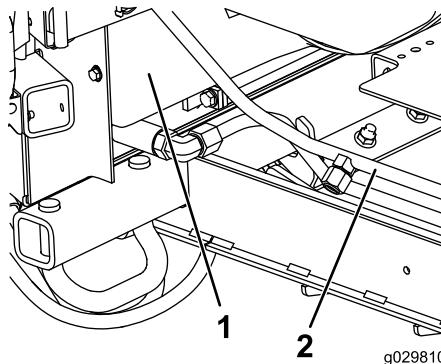

図 13
1. 機体右側のラジエターフレームのすぐ前にあるオイルクーラの戻りホースの下に廃油受けを置く図 13 または図 14。